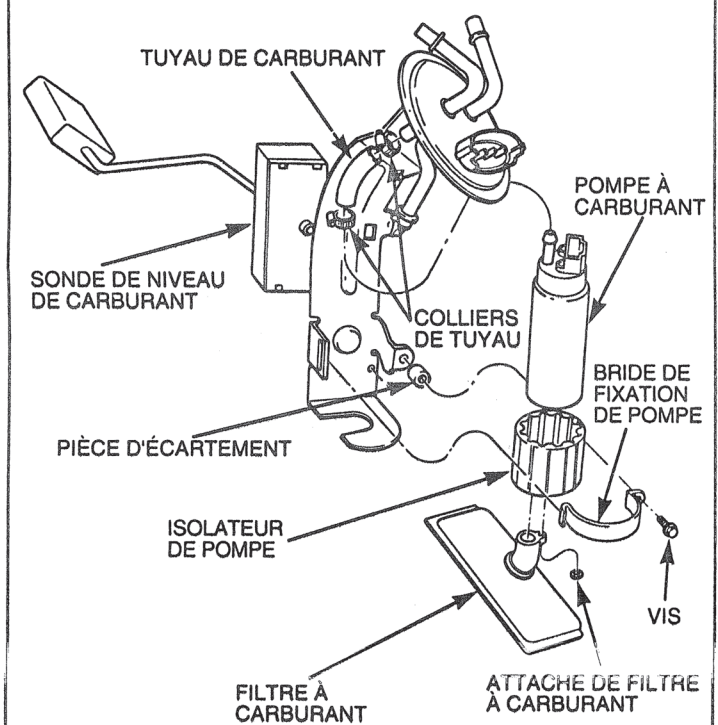

Fig. 1
B) Remplacement de la pompe (Voir figure 1)